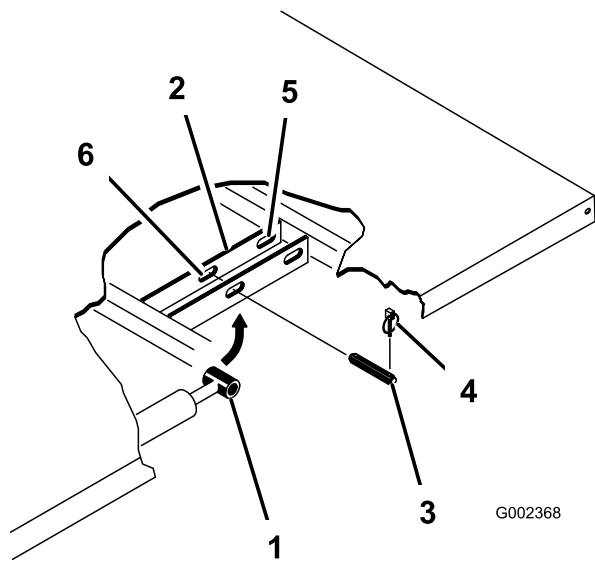

Bild 32
2. Nehmen Sie die Klappstecker von den äußeren Enden der Lastösenbolzen der Zylinderstange (Bild 32) ab.
3. Nehmen Sie die Lastösenbolzen ab, mit denen die Zylinderstangenenden an den Pritschenbefestigungsplatten befestigt sind. Drücken Sie die Bolzen hierfür nach innen (Bild 32).
4. Nehmen Sie die Klapenstecker und die Lastösenbolzen ab, mit denen die Schwenkhalterungen an den Rahmenkanälen befestigt sind (Bild 32).